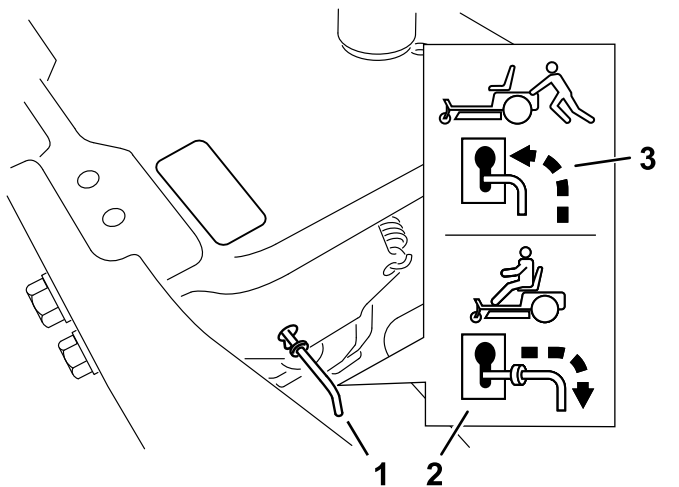

Figura 27
4. Mueva las palancas de desvío hacia delante a través del orificio y hacia abajo para bloquearlas en esa posición (**Figura 27**).
Mueva las palancas de desvío hacia atrás a través del orificio y hacia abajo para bloquearlas en esa posición, según se muestra en **Figura 27**.